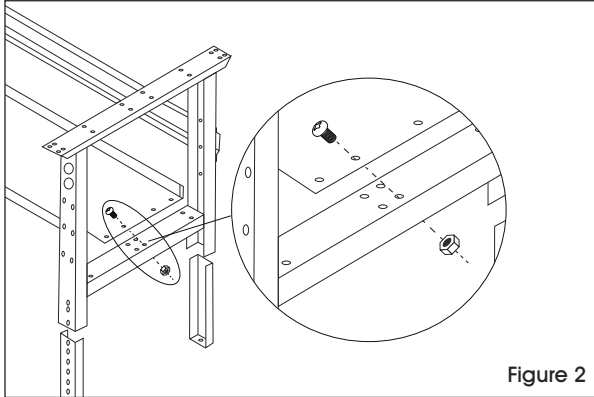

Figure 2
4. Déposez la tablette inférieure (4) sur les renforts transversaux des pattes. Fixez la tablette inférieure à l'aide de huit boulons et écrous. Maintenant, fixez complètement le matériel utilisé lors de la troisième étape. (Voir Figure 2)
5. Pour fixer le dessus de table (5) à l'ensemble du cadre, placez le dessus de table sur une surface lisse et non marquante, face supérieure vers le bas.